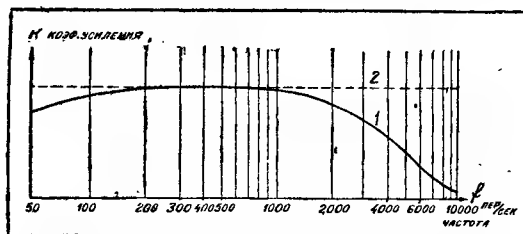

Рис. 1. Частотная характеристика усилителя (1), работающего с частотными искажениями
Частотные искажения появляются за счет того, что в усилительных каскадах имеются цепи, содержащие емкость и самоиндукцию, а сопротивление последних, естественно, зависит от частоты. Вследствие изменения этих сопротивлений коэффициент усиления, в свою очередь зависящий от сопротивления нагрузки, будет также изменяться. На некоторых звуковых частотах он получается больше, на других — меньше. Судить о степени частотных искажений легче всего, имея под руками частотную характеристику соответствующего прибора. Частотной характеристикой принято называть графическую кривую, показывающую зависимость величины усиления от частоты. Такая характеристика показана на рис. 1. Мы видим, что в приборе (например усилителе), к которому она относится, сильно ослабляются наиболее высокие звуковые тона (по сравнению со средними) и немного ослабляются наиболее низкие звуковые тона. На этом же графике показана пунктиром частотная характеристика (2) усилителя, работающего без частотных искажений. Она имеет вид горизонтальной прямой, т. е. усиление для всех частот имеет одно и то же значение.